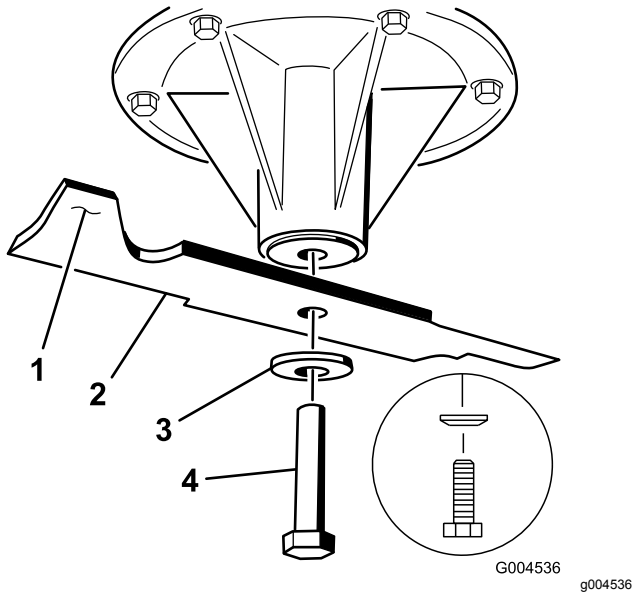

Figure 102
3. Si la lame est déséquilibrée, limez un peu l'extrémité de l'ailette seulement (Figure 102).
1. Reposez sur les axes, les lames gauche et centrale, les rondelles bombées et les boulons de lame (Figure 102 et Figure 103).
Remarque: Orientez le cône de la rondelle bombée vers la tête du boulon (Figure 102).
2. Posez sur l'axe, la lame droite, la rondelle bombée et le boulon (fileté à gauche) (Figure 102 et Figure 103).